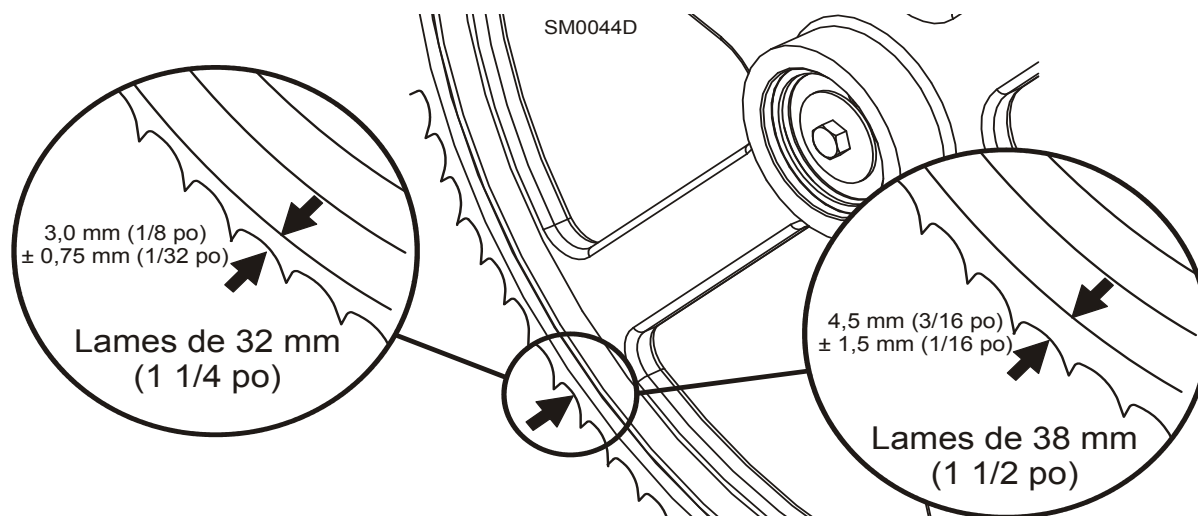

FIG. 3-5
**Voir Figure 3-5.** Placez les lames de 1 1/4" (32 mm) de large pour que la gorge se trouve à 1/8" (3.0 mm) à l'extérieur du bord du volant ( $\pm 1/16$  [1.5 mm]). Placez les lames de 1 1/2" de large pour que la gorge se trouve à 3/16" (4.5 mm) à l'extérieur du bord du volant ( $\pm 1/16$  [1.5 mm]).